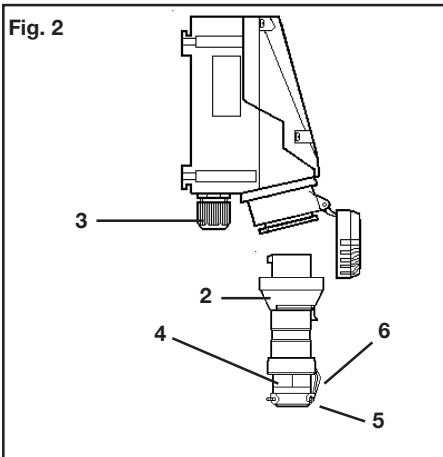

Fig. 2
La fiche ne peut être enfichée dans la prise ou retirée de celle-ci que lorsque la prise est mise hors circuit. Afin d'assurer le mode de protection selon la plaque signalétique après la mise en circuit de la prise avec la fiche mise en place, l'anneau à baïonnette de la fiche (page 13, fig. 2, pos. 2) est tourné jusqu'à sa butée sur la prise.
Le montage de la prise murale, de la prise à bride et du prolongateur doit se faire de sorte que l'ouverture d'enfichage ne soit pas dirigée vers le haut. (fig. 2).
Généralement, les garnitures pourvues dans la fiche ou dans le prolongateur doivent être utilisées. Lors du montage du câble, il faut faire attention à ce que des garnitures convenables pour le diamètre du câble soient employées. Après le montage du câble, la collerette de fixation (page 5, pos. 3, fig. 2) doit être vissée à la main jusqu'à ce que l'étanchéité soit assurée. Puis, les vis de la pince de décharge de traction doivent être serrées à fond.